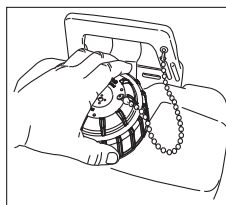

Figure 5.
- Retirez le bouchon du réservoir. Tournez le bouchon d'un quart de tour dans le sens contraire des aiguilles d'une montre. **Voir la figure 5.**